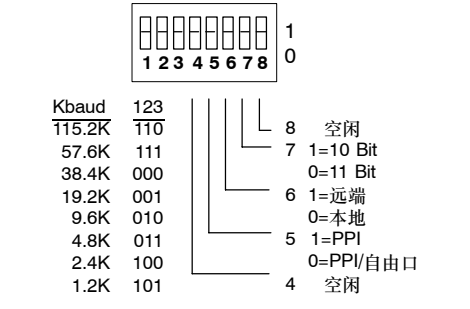

图7-29 设置RS-232/PPI多主站电缆
- 可以使用RS-232/PPI多主站电缆将Modem的RS-232通讯端口和S7-200 CPU连接起来。见图7-29。
RS-232/PPI多主站电缆的开关1、2和3用于选择波特率。如图7-29所示，可根据PLC和无线Modem的波特率设置波特率。